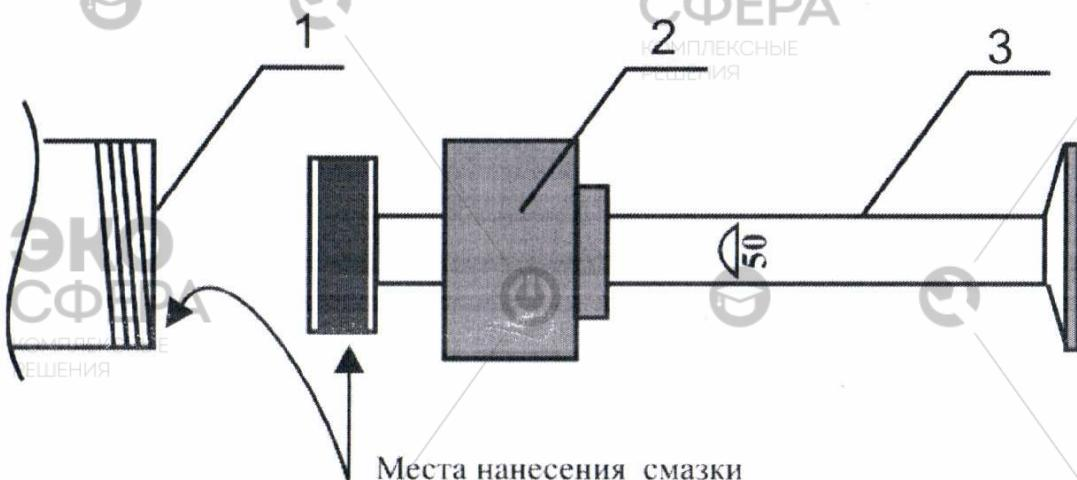

Рис. 7. Схема нанесения смазки на внутренние поверхности насоса:
3.2.1. Замену смазки проводят в случае возникновения неисправностей (п. 1 табл. 1). Для замены смазки необходимо: отвернуть крышку с цилиндра и удалить старую смазку с его поверхности ветошью, нанести на указанные поверхности тонкий слой смазки, собрать насос (рис. 7).